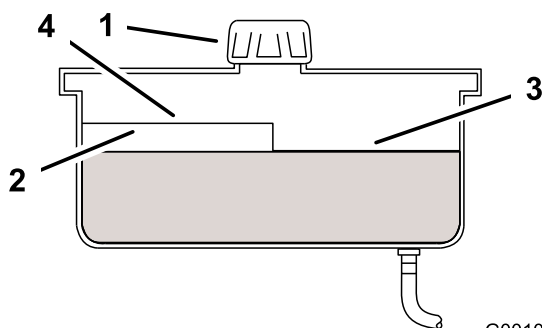

Figure 47
4. Nettoyez la surface autour du bouchon et du goulot de remplissage du réservoir hydraulique (Figure 47).
5. Retirez le bouchon du goulot de remplissage. Vérifiez le niveau d'huile à l'intérieur du réservoir. (Figure 47).
- Remarque:** Lorsque l'huile est chaude, le niveau de liquide doit atteindre le haut du repère à chaud sur le déflecteur (Figure 47).